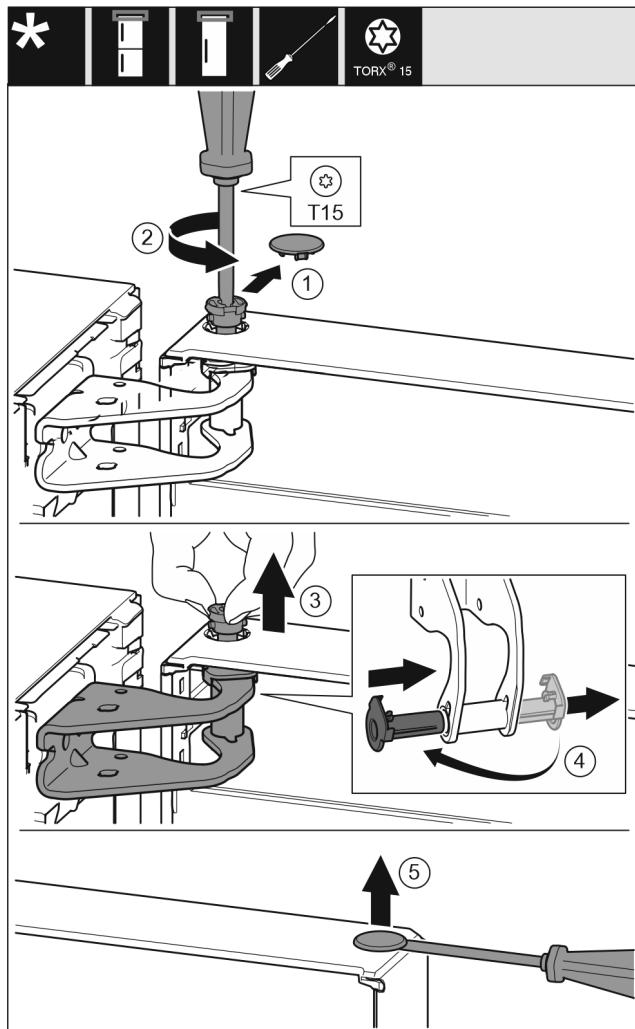

Fig. 13
- 小心拆下安全盖。Fig. 13 (1)
- 用T15螺丝刀拧下一枚螺栓。Fig. 13 (2)
- 抓紧门并用手指拔出螺栓。Fig. 13 (3)
- 将轴衬从导向装置拉出。从另一边装入并卡到位。Fig. 13 (4)
- 用带槽螺丝刀小心地从门轴衬上提起堵头并将其拉出。Fig. 13 (5)